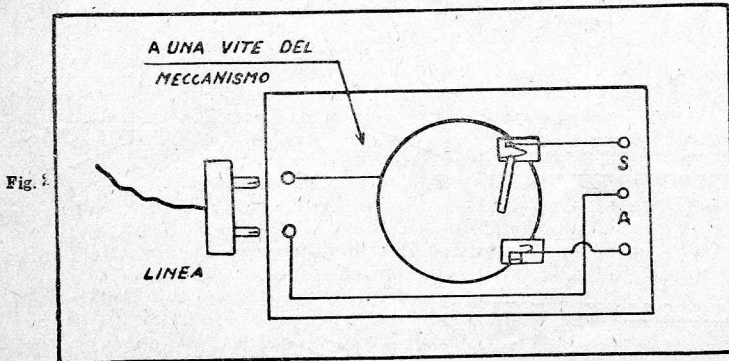

Fig. 4
9) Sistemare per traverso sulla sponda una targa di rame rosso che dev'essere bagnata dalla soluzione (fig. 4).